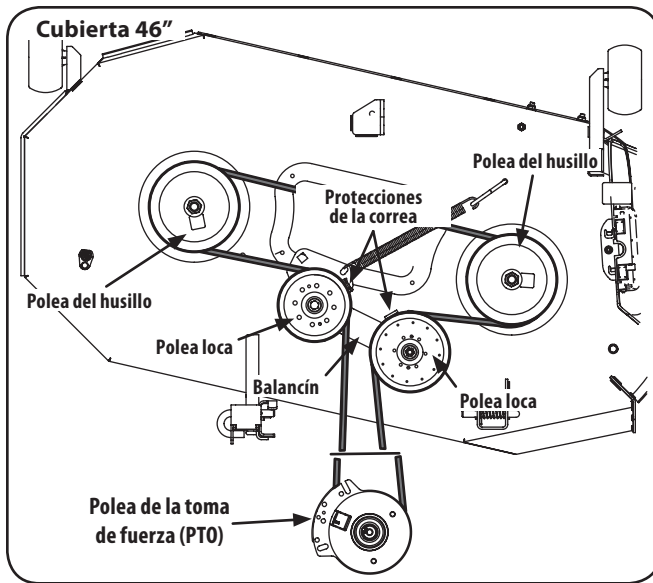
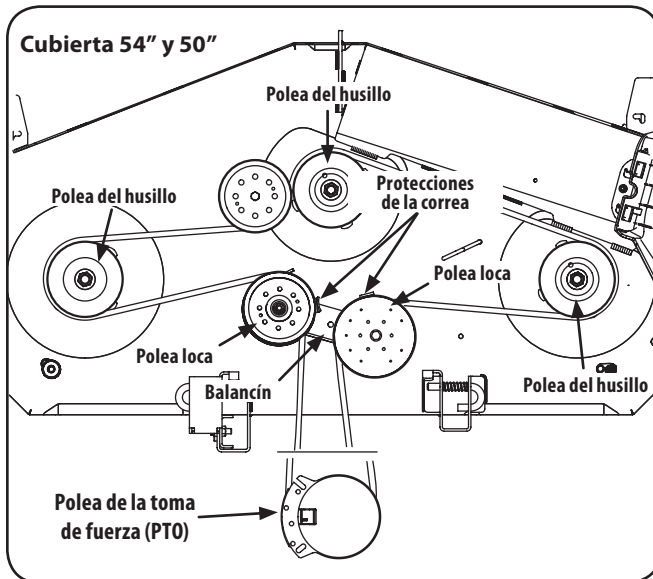
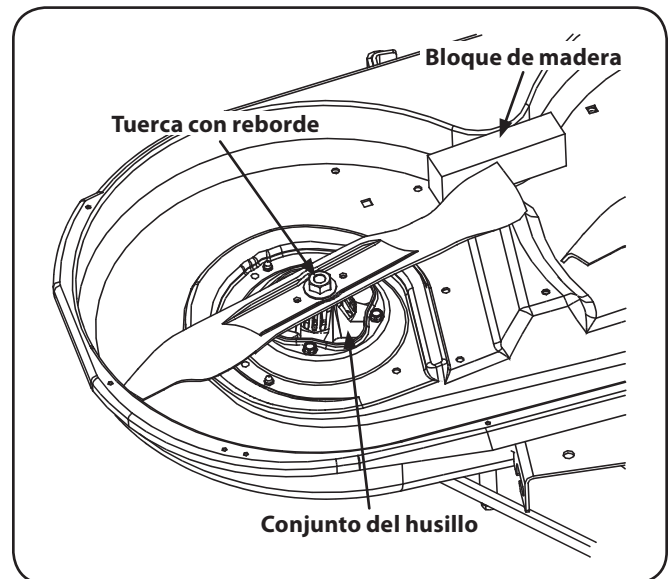

Figura 7-8
Figura 7-9
Figura 7-10
- Afloje, pero no quite el hardware de la derecha y la izquierda de la polea loca. Consulte la Figura 7-8 para 42" cubiertas, Figura 7-9 para 46" cubiertas y la Figura 7-10 para 50" y 54" cubiertas.
2. Use una llave de $\frac{15}{16}$ " para sujetar la tuerca con brida encima del conjunto del husillo y con otra llave de $\frac{15}{16}$ " en la tuerca con brida que sujeta la cuchilla, retire la cuchilla. Consulte la Figura 7-10.